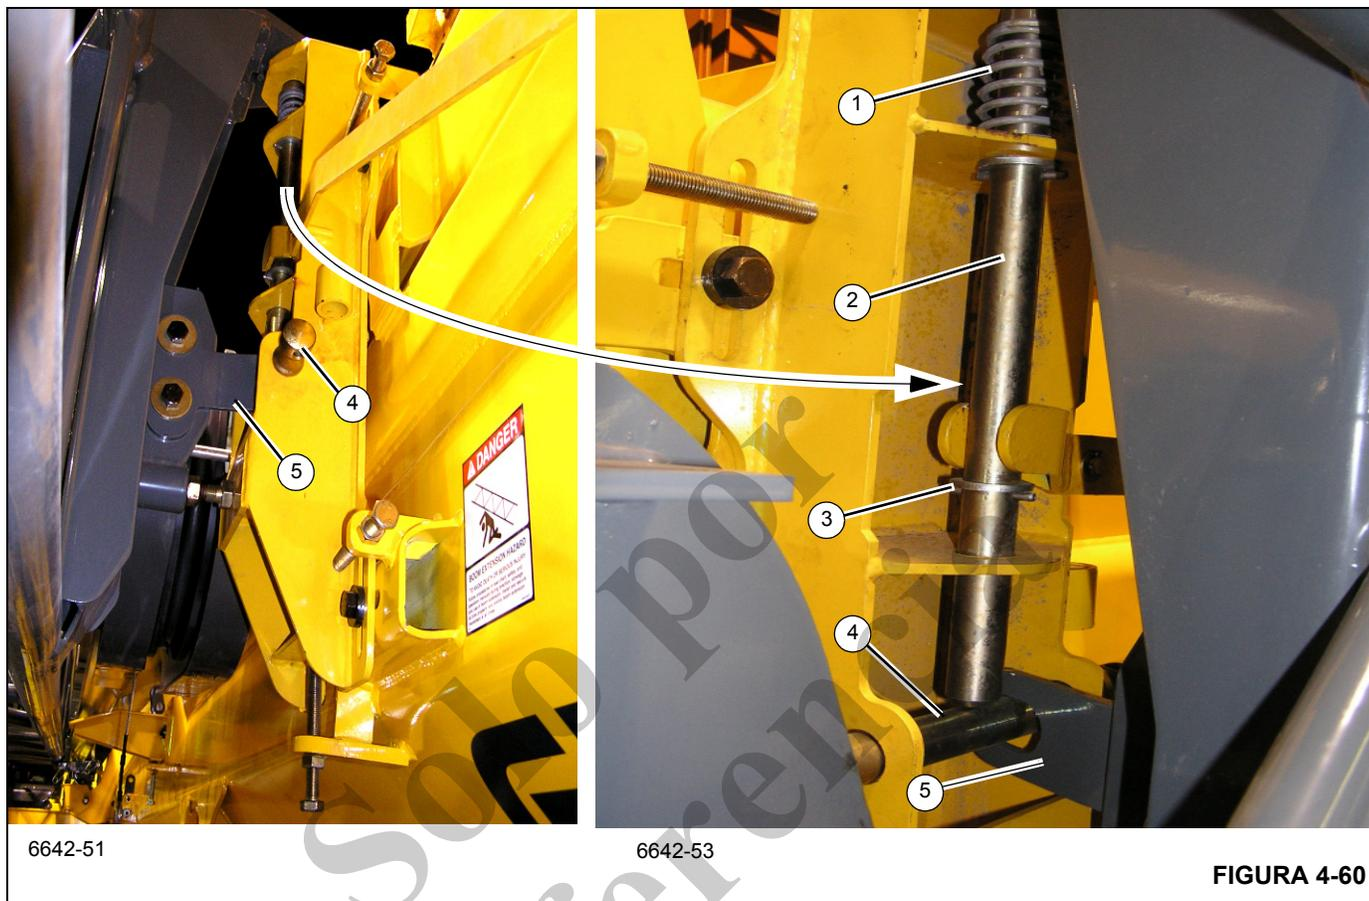

FIGURA 4-60
Si el pasador del pestillo delantero (2) (Figura 4-59) y (2) (Figura 4-60) no se engrana en la extensión de celosía de 33 pies (1) (Figura 4-59), **DETÉNGASE**. NO continúe almacenando las extensiones de pluma hasta que el pasador de resorte del pestillo delantero (2) se haya enganchado correctamente y el pasador de bloqueo (4) (Figura 4-60) también se haya instalado correctamente.
Comuníquese con Manitowoc Crane Care para hacer los ajustes correctos si no se puede alinear la extensión de celosía con el pasador de resorte (2) (Figura 4-59) y (2) (Figura 4-60) o el pasador de bloqueo (4) (Figura 4-60).
A nivel de suelo, verifique visualmente que el pasador de resorte (2) (Figura 4-60) se ha enganchado en la extensión de celosía de 33 pies (5). Compruebe el enganche verificando que el resorte (1) está extendido; la arandela (3) no debe tocar la placa.
- 14. Instale el pasador de bloqueo (4) (Figura 4-60) y la pinza de retención (no se ilustra). **NO continúe almacenando la extensión si el pasador de bloqueo (4) no está instalado correctamente.** Consulte el aviso de PELIGRO que aparece antes del paso 12 de este procedimiento.
Nunca extraiga los pasadores de almacenamiento (1, Figura 4-61) de las orejetas derechas de la punta de la pluma sin antes haber fijado la extensión de celosía de 10.1 m (33 pies) debidamente a la rampa de almacenamiento trasera y a la escuadra del pestillo delantero (Figura 4-59 y Figura 4-60).